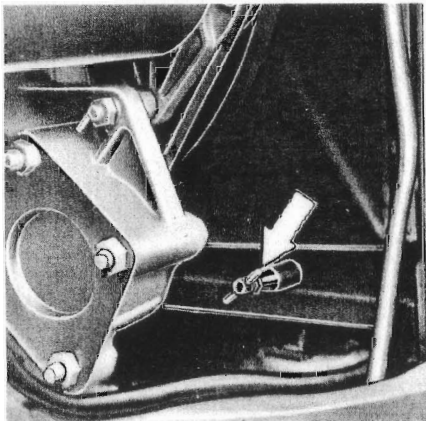

Fig. 23 - Rubinetto radiatore
- il rubinetto alla base del radiatore (fig. 23).